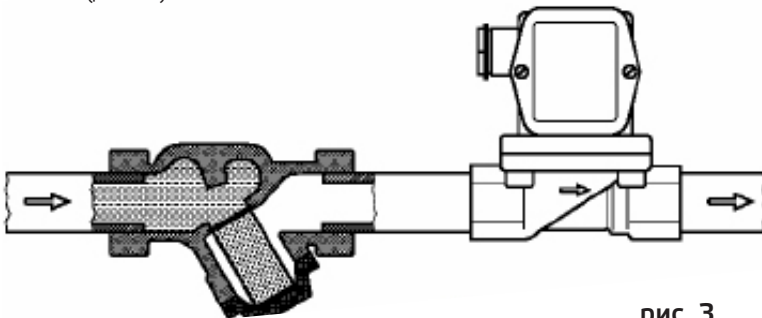

рис. 3
3. Если рабочая среда может содержать твердые загрязнения, использовать соответствующий фильтр, установленный перед клапаном по ходу движения потока (рис. 3).